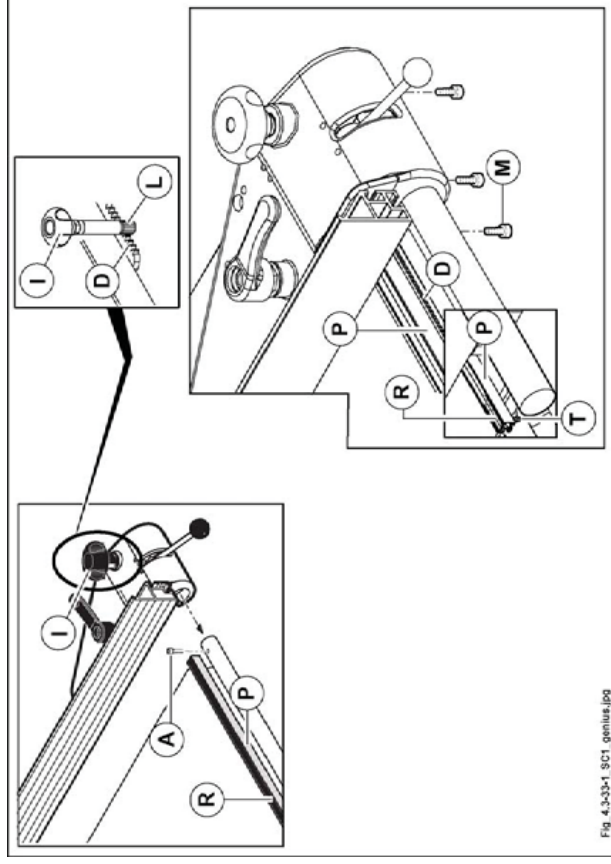

Abb. 4.3-33-1
- den Knopf (I Abb. 4.3-33-1), nach unten drücken, die Zahnstange gegen den Stift (L Abb. 4.3-33-1) bis zum Anschlag drücken und die Schrauben (M Abb. 4.3-33-1) festziehen.